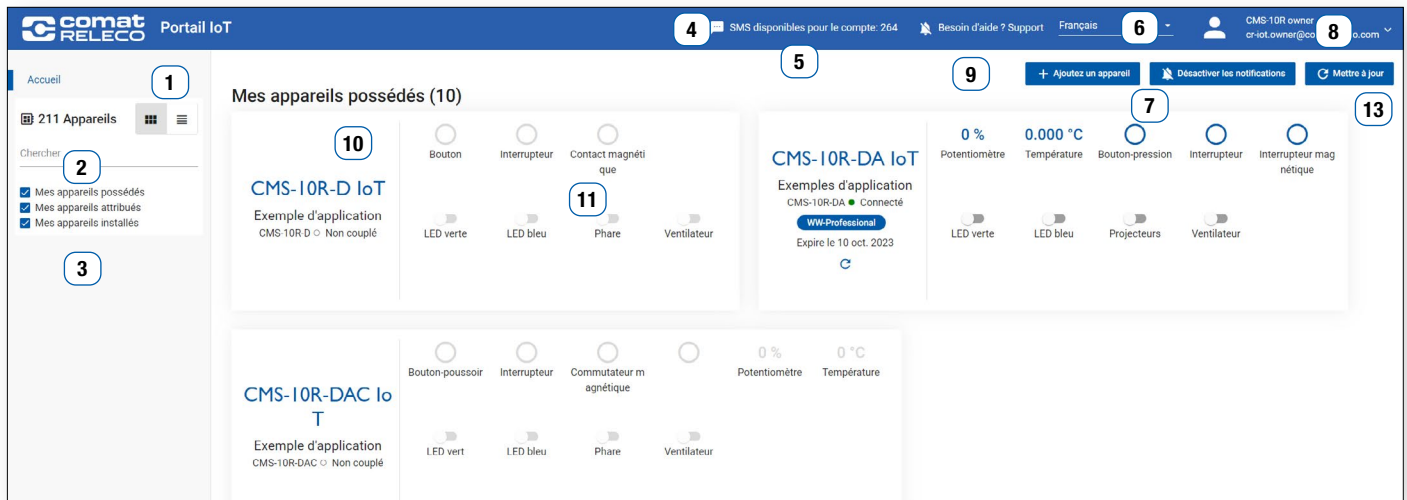

Figure 33
Sélectionnez l'appareil souhaité dans la vue d'appareils (Figure 33). Choisissez **Coupler**.
Ce menu permet de saisir/modifier les données du titulaire du compte (voir Figure 35, Figure 33 (8) et Figure 34 (8)).
Les forfaits SMS achetés ici appartiennent au **propriétaire** et peuvent être utilisés pour tous les appareils appartenant à ce propriétaire. (voir Figure 33 et Figure 34 (4))